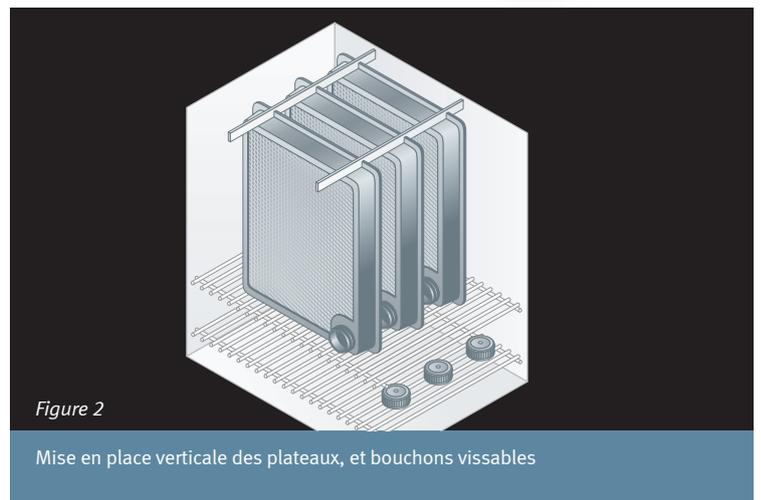

Figure 2
- Placez les bouchons vissable à l'endroit en une seule couche dans le stérilisateur. Ne les empilez pas (Figure 2).
- Pour une mise en place à la verticale, placez les plateaux verticalement dans le stérilisateur, de façon qu'ils reposent sur le côté court du cadre en plastique. Afin de minimiser le risque de distorsion du cadre en plastique, les plateaux doivent être suffisamment soutenus pour rester à la verticale pendant la totalité du cycle en autoclave (Figure 2).